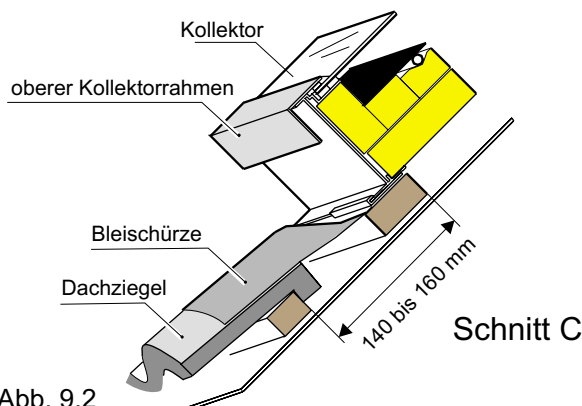

Abb. 9.2
- Nachdem die untere Position des Kollektors bestimmt wurde, wird die Latte mit der Bleischürze 140-160 mm oberhalb der entsprechenden Dachlatte ausgerichtet und (Abb. 9.2) befestigt. Eine vertikale Ziegelreihe gibt die Position des Kollektors in horizontaler Richtung vor (möglichst keine Ziegel schneiden).
- Nun werden die restlichen Dachziegel bis an den Kollektor gelegt, wobei die Ziegel die Eindeckbleche deutlich überlappen müssen. Jetzt kann die Bleischürze der Dachziegelform angepasst werden (Abb. 9.2).